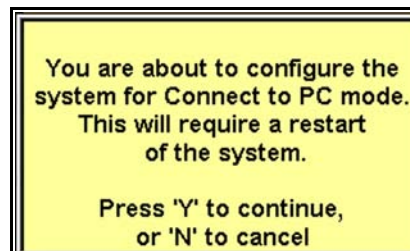

Abbildung 2-18 Meldung „Mit PC verbinden“ (Beispiel)
3. Drücken Sie **Y** zur Auswahl und eine Konfigurationsmeldung „Mit PC verbinden“ erscheint (Abbildung 2-18)